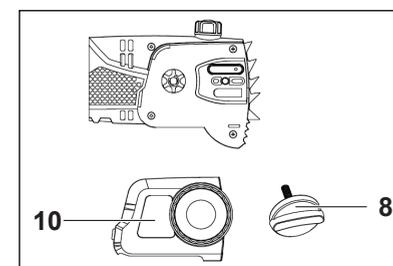

Fig. 1
- > Dévissez la molette de verrouillage [8] et ôtez-la avec le couvercle [10] (fig. 1).